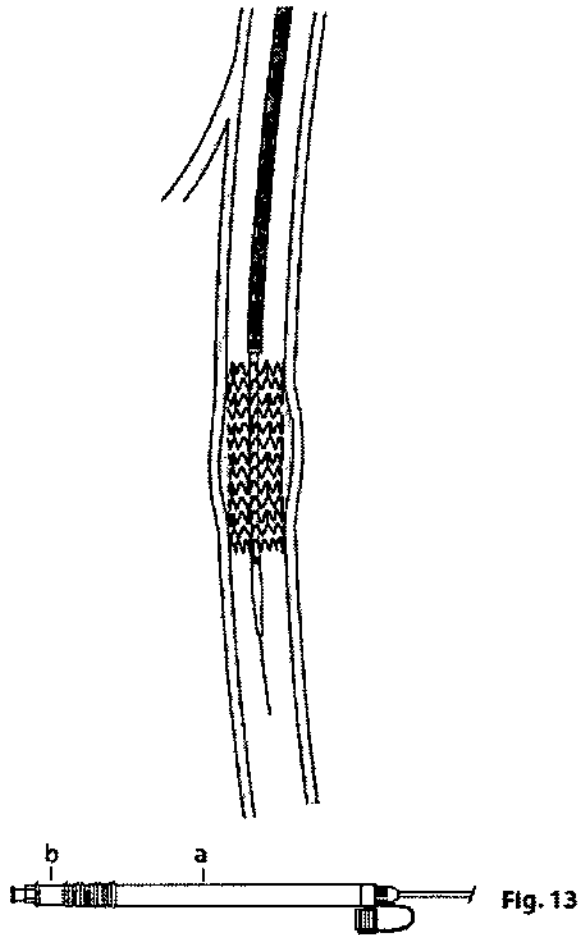

Fig. 13
4. El stent estará totalmente desplegado cuando el mango (a) llegue al conector (b). (Fig. 13)